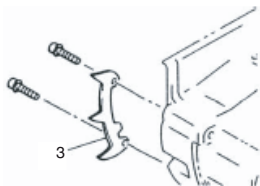

Fig. 2
* En el caso de instalar el apoyo dentado (3), instale el apoyo dentado (3) en el aparato con dos tornillos. (Fig. 2)